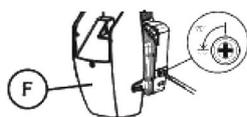

Imagen 38: Embellecedor y tapa del sensor viento.
2. Abrir la tapa inferior (imagen 38) y seleccionar el modo Seguridad -S (imagen 39) con las pestaña correspondiente.